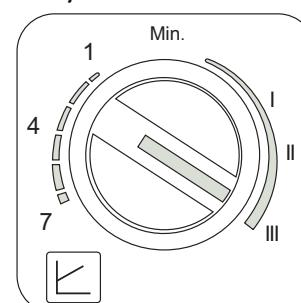

fig. 18
- Configuración con velocidad fija (fig. 18)